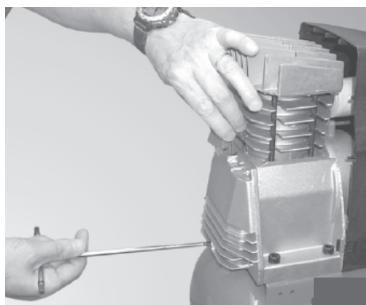

Рис. 13
1. Приоткрыть пробку маслосливного отверстия (рис. 13);